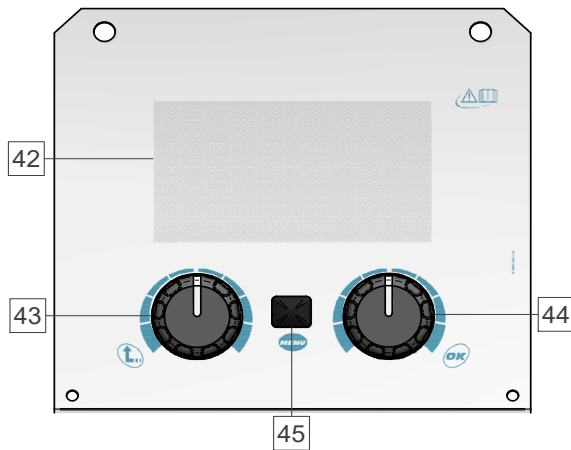

Abbildung 8
- PRO (Abb. 8)
- Wählen Sie eine der Ansichten aus Basic – Abbildung 7 oder PRO – Abbildung 8).